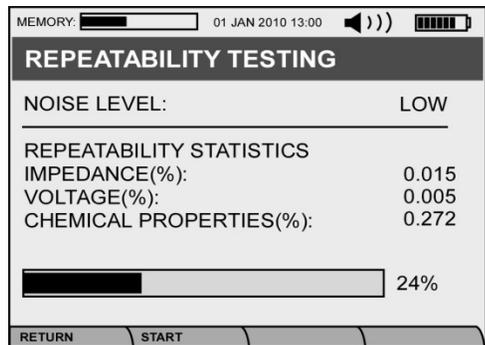

Figura 5.2. Utilería Valor de Referencia
La herramienta de **UTILERÍA DE REPETIBILIDAD** (Figura 5.2) es completamente automatizada y debería ejecutarse en condiciones representativas de condiciones normales de prueba. El usuario simplemente conecta el Analizador a un DUT y presiona el botón **F2** (Inicio). El Analizador entonces ejecuta una serie (5) de mediciones y reporta el nivel de ruido y las estadísticas de repetibilidad (CV – Coeficiente de Variación) medidas para la **IMPEDANCIA, VOLTAJE** y **PROPIEDADES QUÍMICAS** (Sulfatación y Secado).